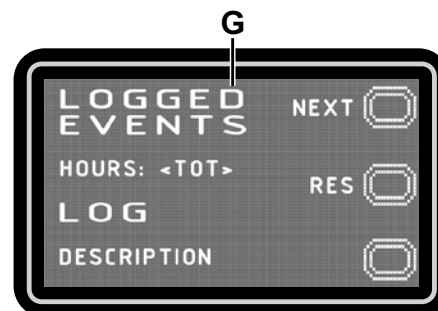

Рис. 8
**Журнал регистрации аварийных сигналов (G, Рис. 8)**